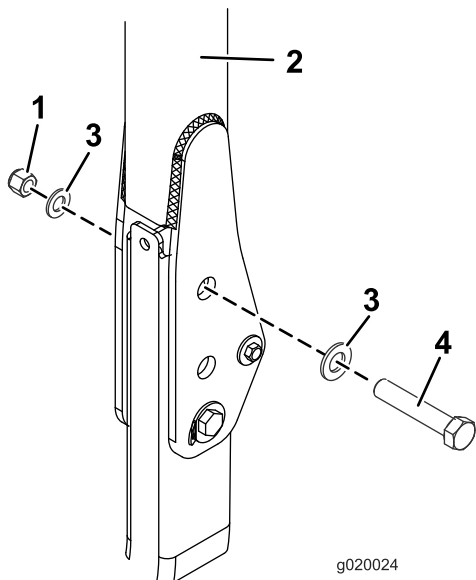

Figura 27
- 3. Coloque una arandela (13/16" x 1 1/2") en cada perno (3/4" x 4"), según se muestra en Figura 27.
- 4. En los taladros de donde se retiraron los pasadores, instale los pernos y las arandelas (Figura 27).
- 5. Coloque otra arandela sobre cada perno y sujételas con una tuerca (3/4"), según se muestra en Figura 27. Apriete las tuercas a 323–396 N·m.
- 6. Apriete el perno de pivote del ROPS (Figura 27) a 91–113 N·m para evitar que reboten la barra antivuelco y el toldo.